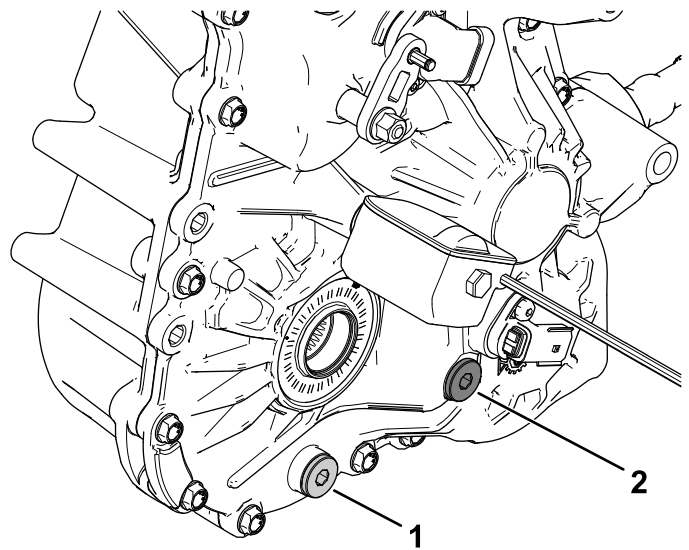

Figure 117
4. Enlevez le bouchon de remplissage de la boîte-pont (Figure 117).
5. Si le niveau de liquide est trop bas, enlevez le bouchon de remplissage et ajoutez le liquide spécifié jusqu'à ce qu'il ressorte par l'orifice (Figure 117).
1. Placez un bac de vidange sous le bouchon de vidange (Figure 117).
2. Enlevez le bouchon de remplissage (Figure 117).
3. Enlevez le bouchon de vidange pour permettre à tout le liquide de s'écouler (Figure 117).